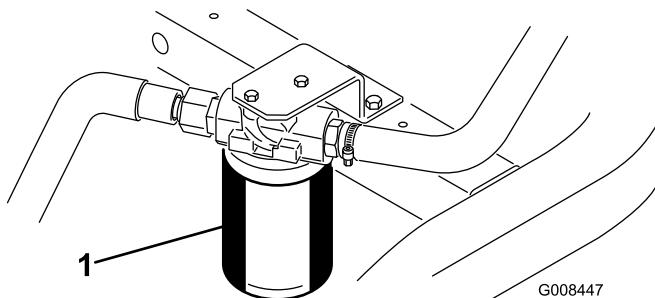

図 50
1. フィルタ容器の周辺をウェスできれいにぬぐう(図 50)。フィルタの下に廃油受けを置いてフィルタを外す。